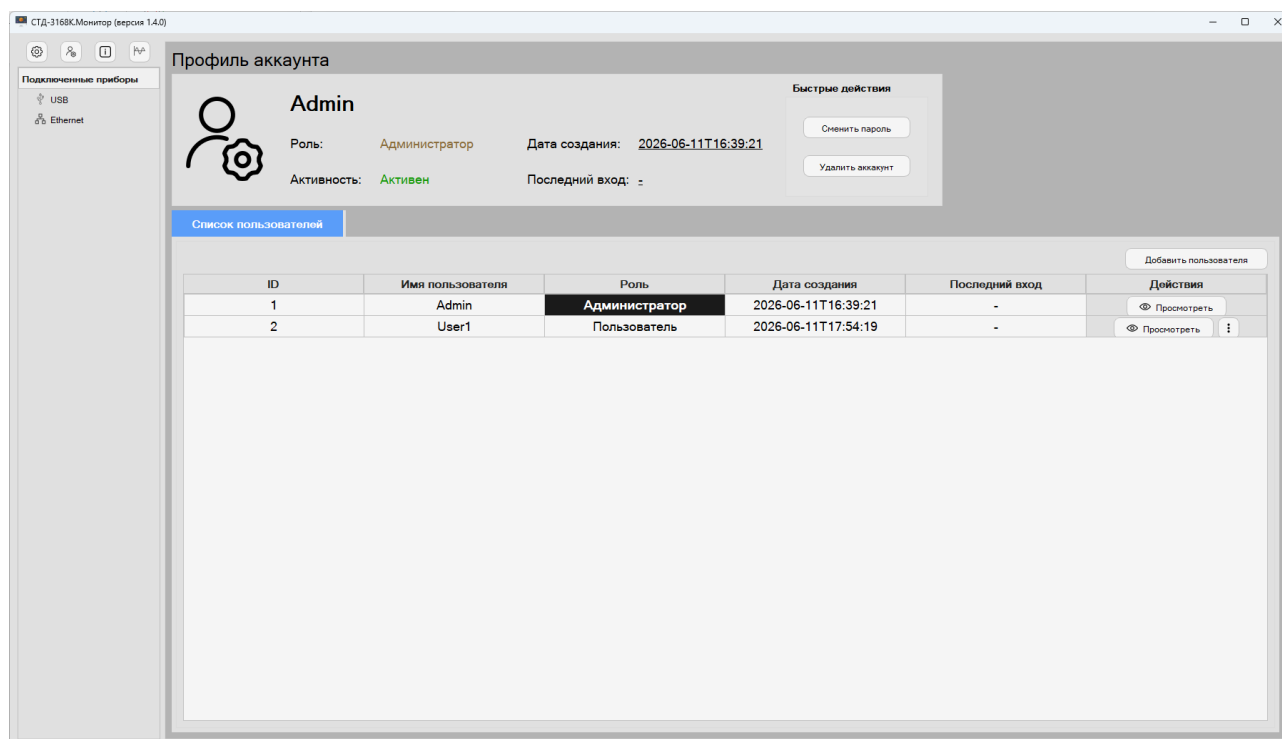

Рисунок 15 - Окно «Профиль аккаунта» с добавленной учетной записью пользователя
- После нажатия кнопки «Зарегистрировать» произойдет создание аккаунта пользователя, который будет добавлен в «Список пользователей» окна «Профиль аккаунта» (см. Рисунок 15).